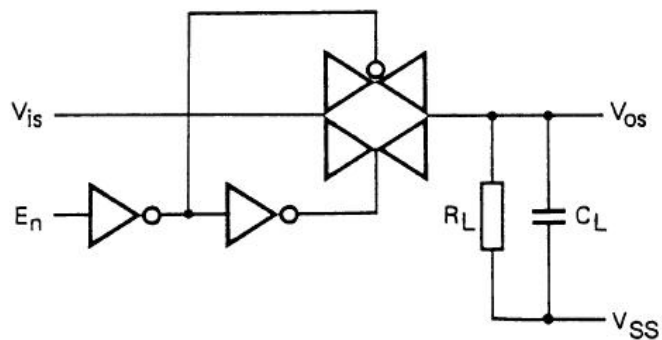
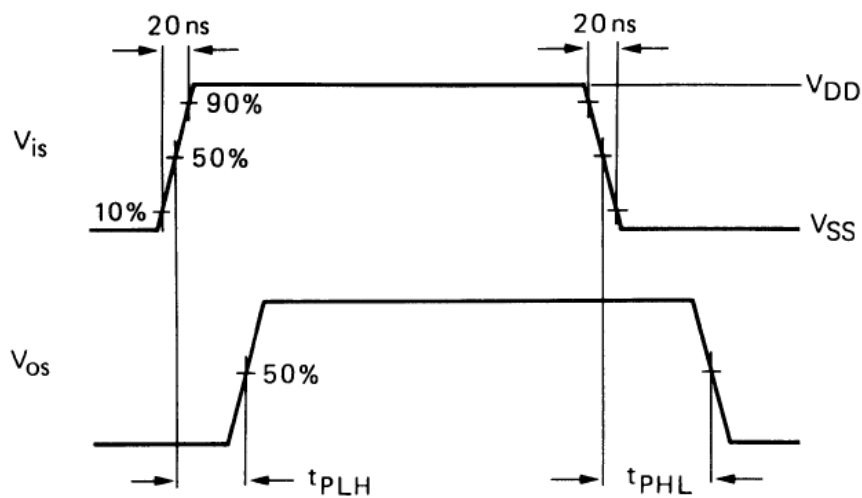

图 6
图10 传输延时
3. $R_L = 10 k$ (对地); $C_L = 50 pF$ (对地); $E_n = V_{DD}$; $V_{is} = V_{DD}$ (方波); 见图6 和 图10。
测试 t_{PLZ} 和 t_{PZL} 时, $V_{is} = V_{SS}$ and R_L 接 V_{DD} ; 见图6 和图11。
7. $R_L = 10\text{ k}$ (对地); $C_L = 15\text{ pF}$ (对地); $E_n = V_{DD}$ (方波); 串扰为 V_{OS} (峰值); 见图6;